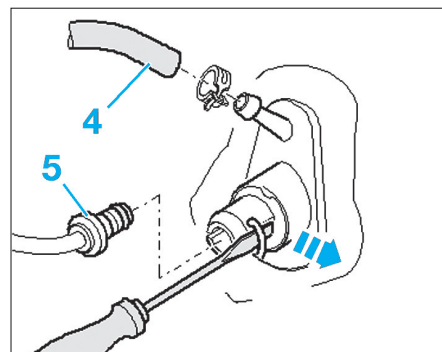

Fig. 6
- Débrancher le flexible de recirculation (4) du tuyau de raccord du cylindre émetteur et l'obturer (Fig.6).